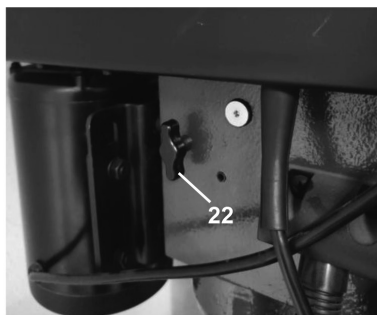
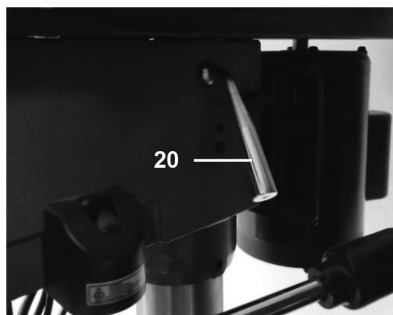

Рис. 15
Рис. 16
Для этого ослабьте два винта 22 (рис. 15) и рычагом 20 (рис. 16) ослабьте натяжение клинового ремня под крышкой кожуха ременной передачи. Откройте крышку кожуха ременной передачи 1 (рис. 3) и переместите ремень на другой шкив, натяните ремень рычагом (20) и зафиксируйте винты (22).